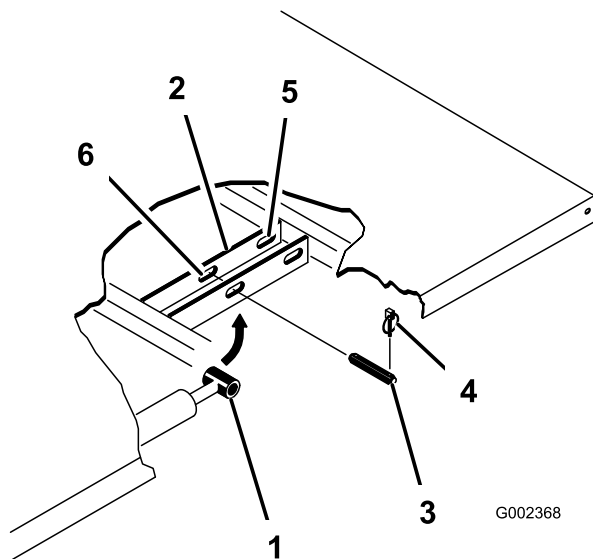

Bild 3
4. Nehmen Sie die Klappstecker von den äußeren Enden der Lastösenbolzen der Zylinderstange (Bild 3) ab.
5. Nehmen Sie die Lastösenbolzen ab, mit denen die Zylinderstangenenden an den Befestigungsplatten der Ladepritsche befestigt sind. Drücken Sie hierfür die Bolzen zur Mitte der Maschine (**Bild 3**).